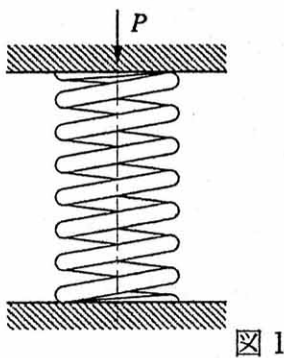

図 1
(4) 図 1 のようなコイル平均径  $D$  のクローズドエンドの圧縮コイルバネを考える。このバネの素線直径  $d$  と有効巻き数  $N$  を、荷重  $P$  でたわみが  $\delta$  となる条件で設計したい。以下の間に答えよ。